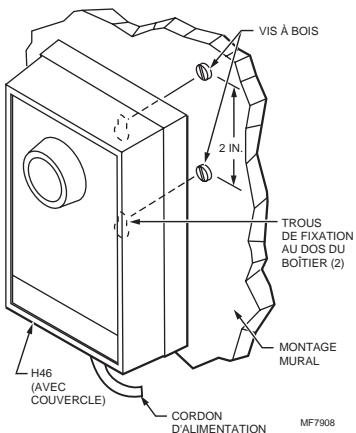

Fig. 2. Montage du H46E au moyen des deux vis.
1. À l'endroit choisi, enfourcer dans le mur les deux vis à bois fournies, à 51 mm (2 po) l'une au-dessus de l'autre, en les laissant dépasser de 2 mm (1/16 po). (Voir Fig. 2.)